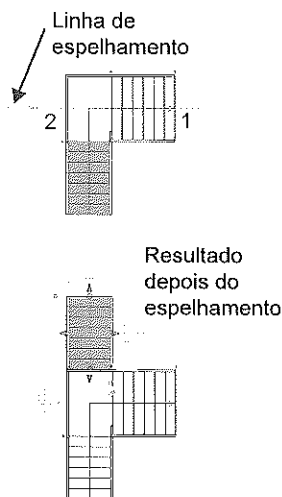

Figura 11.85 – Espelhamento de um trecho da escada.
- Selecione o outro trecho, então clique em **Espelhar/Desenhar eixo** na aba **Modificar | Criar escada** e trace uma linha de espelhamento pelos pontos 1 e 2, como na Figura 11.85.